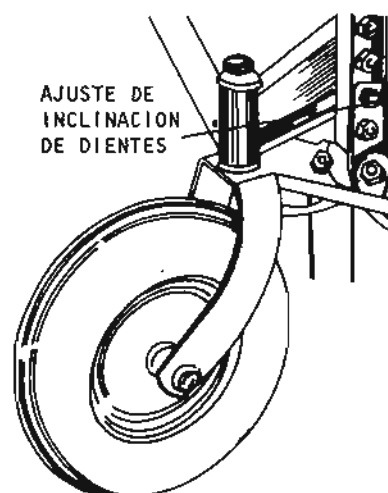

Fig. 3
- b Inclinación de los dientes (fig. 3).